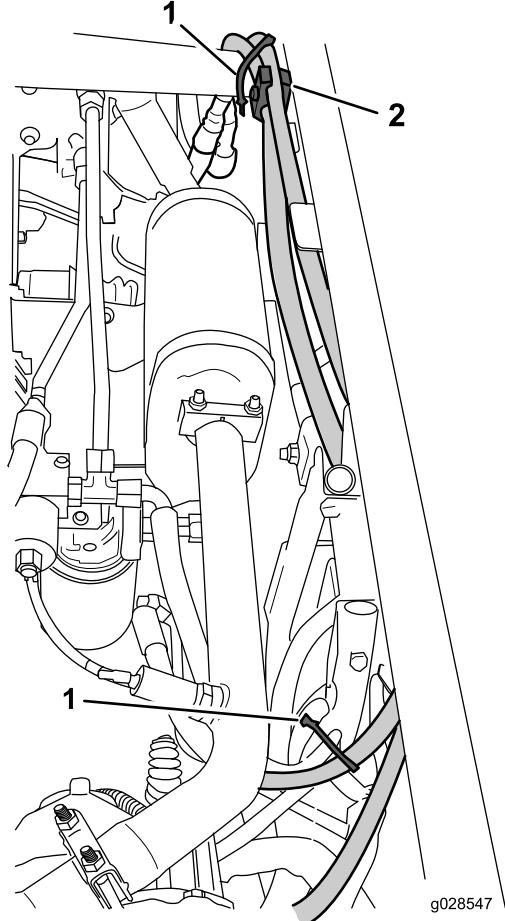

図 10
2. オスのクイックカップラを、ブーム昇降バルブからきている油圧ホースに接続する 図10。
4. 図10に示す位置にホースを固定するケーブルタイ2本、チューブクランプ、クランプボルトを使用する。